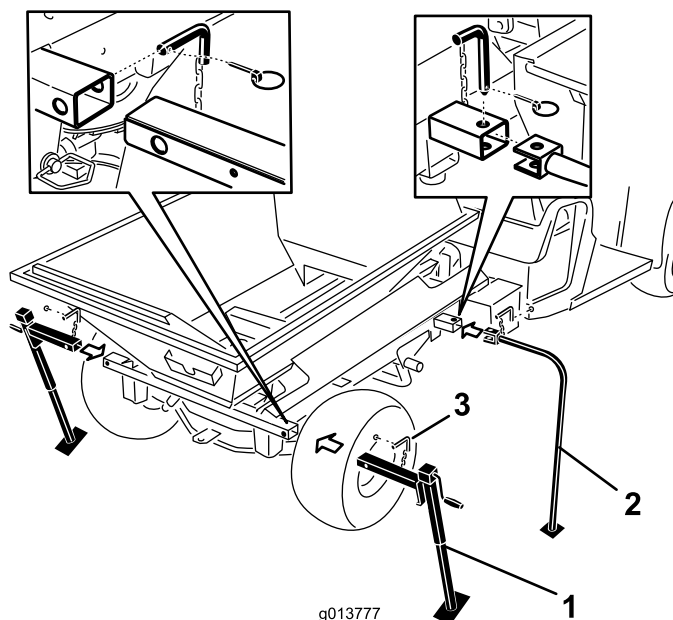

Figura 49
7. Insira os pés de armazenamento frontais e as bases de suporte traseiras nos tubos da máquina e prenda-os com os pinos de bloqueio (Figura 49).